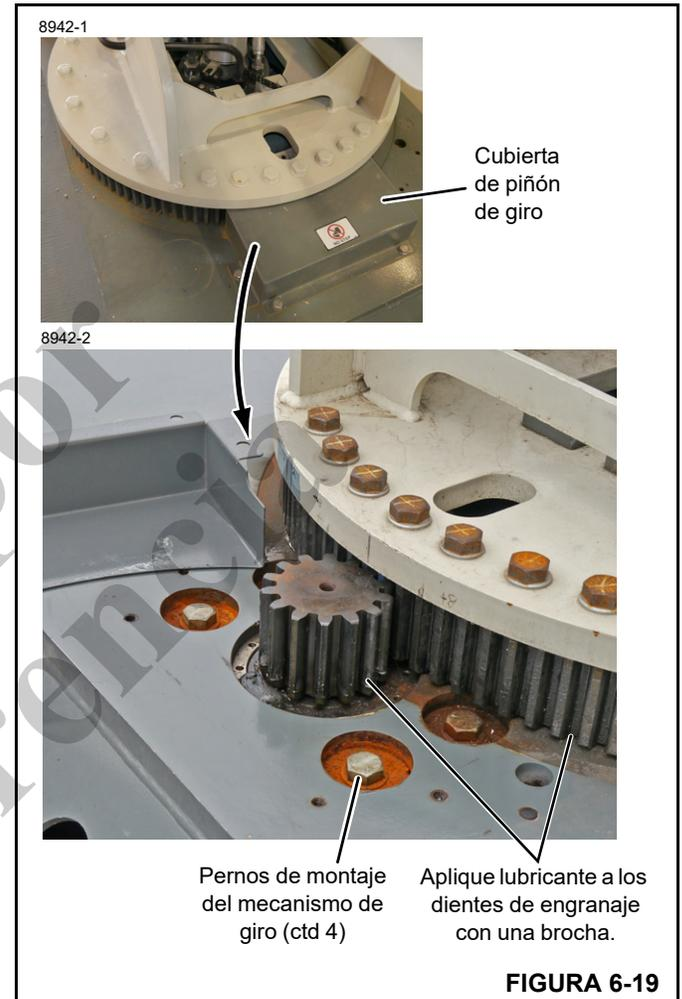

FIGURA 6-19
3. Utilice un cepillo para aplicar lubricante para engranajes destapados a los dientes del piñón y de la corona de giro (Figura 6-19).
Apriete los pernos de montaje de 3/4 pulg del mecanismo de giro (Figura 6-19) a 202 ±5 lb-pie. Si los pernos están flojos, revise el juego entre dientes de los engranajes.